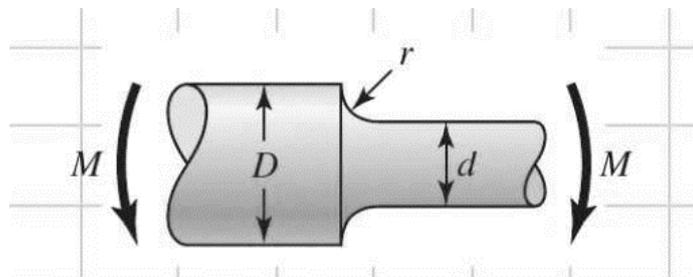

Figura 1.4
1.1.4 A secção do veio representado na Figura 1.4 é de um aço AISI 1050 laminado a frio. O veio roda e está submetido ao momento fletor $M=10$ Nm alternado. Determine o coeficiente de segurança que está a ser utilizado no veio, para uma duração de 75000 ciclos e uma fiabilidade de 50%. Considere: $r = 1,5$ mm; $d = 11$ mm; $D = 22$ mm.